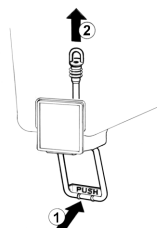

figura 2
5 Grifo con tubo de goma: empujar la palanca mando grifo (1) y sacar (2) el tubo goma de salida desde su situación vertical en el fondo del contenedor (ver figura 2).